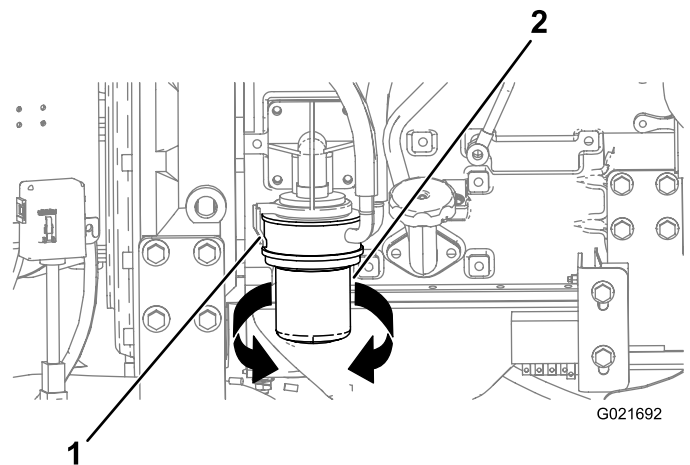

Bild 124
3. Stellen Sie eine Auffangwanne oder legen Sie mehrere Lappen unter den Ölfilter und den Ölfilteradapter (Bild 124).
4. Drehen Sie den Ölfilter nach links und nehmen Sie ihn ab (Bild 124).
8. Richten Sie den Ölfilter auf den Ölfilteradapter aus und drehen Sie den Filter nach rechts, bis die Dichtung des Ölfilters den Ölfilteradapter berührt (Bild 124).
9. Ziehen Sie den Ölfilter mit der Hand um eine weitere halbe Umdrehung an (Bild 124).